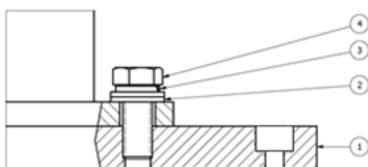
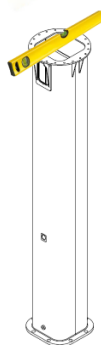

fig. 28
fig. 29
2. Erigere la colonna priva di braccio, sollevandola nella parte superiore con idonee attrezzature dopo averla imbracata come indicato, montarla sulla contropiastra posizionando correttamente la piastra di base **4** e fissarla tramite l'apposito Kit fornito con la contropiastra (fig. 28) (procedere con il punto 4)
- a. Utilizzare una livella a bolla per controllare che la piastra superiore della colonna (dove verrà fissato il braccio) sia perfettamente orizzontale (fig. 29);
! Donati Sollevamenti SRL declina ogni responsabilità in caso di eventuali fissaggi diversi da quelli riportati in fig. 28 e fig. 29.